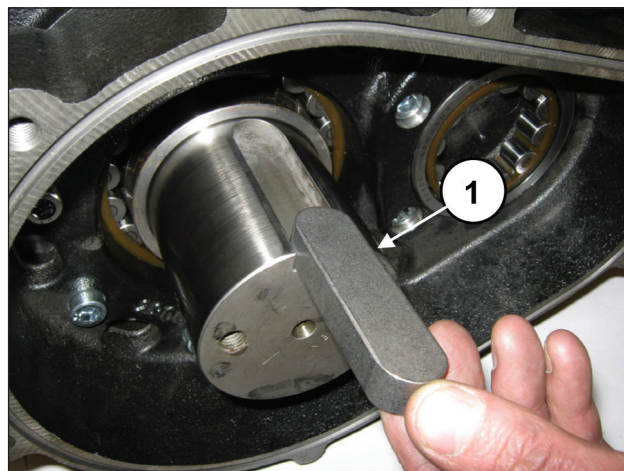
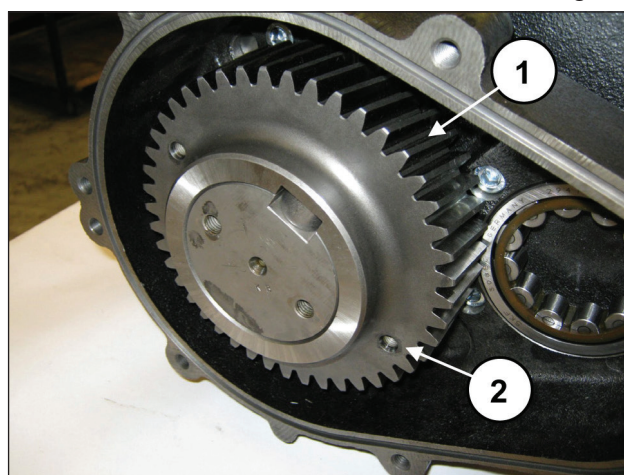

Fig. 76
Fig. 77
Placer la clavette 22x14x80 dans le logement de l'arbre (rep. ①, Fig. 76) et monter la couronne sur le vilebrequin (rep. ①, Fig. 77).
Monter la couronne en s'assurant que les deux orifices M8 (à utiliser pour l'extraction) sont tournés vers l'extérieur de la pompe (rep. ②, Fig. 77).